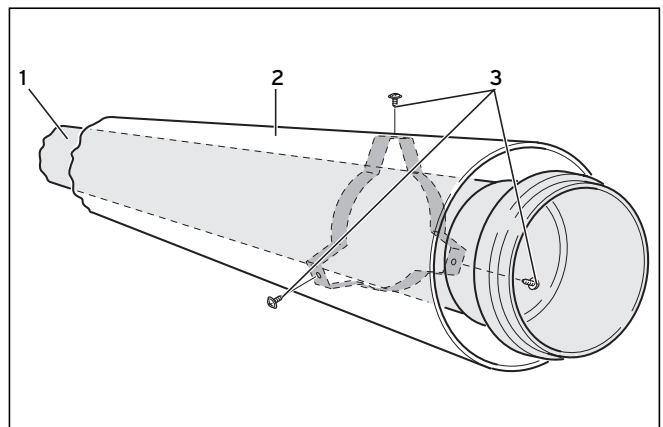

Fig. 4.17 Montaggio della prolunga
**Eventualmente è possibile ridurre la base della cappa del pozzo (3) segandone il bordo.**
- Fissare la base della cappa del pozzo (3) allo bordo dello sbocco con quattro viti.
- Controllo: dalla base (3) della cappa del pozzo devono sporgere 60 mm (vedere fig. 4.17 (B)).
- Inserire il cappello della cappa del pozzo (1) sull'estremità terminale della tubazione fumi rigida e bloccarlo saldamente esercitandovi pressione (il cappello non si innesta nella base).
- Dopo averli accorciati, fissare tra loro il tubo dell'aria e il tubo fumi (v. Fig. 4.17) inserendo le viti in dotazione (3), attraverso i fori precedentemente praticati nel tubo dell'aria (2), nel distanziatore del tubo fumi (1).